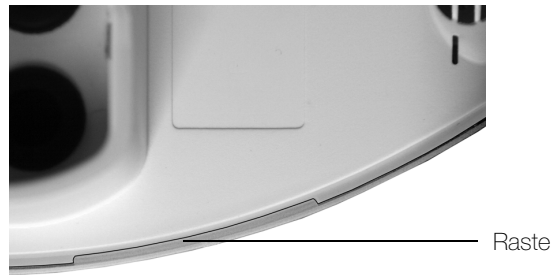

Fig. 61 Multisensor von unten, Raste
- Überprüfen Sie, ob Deckel und Unterteil richtig verrastet sind. Fig. 61 zeigt den geschlossenen Multisensor von unten.